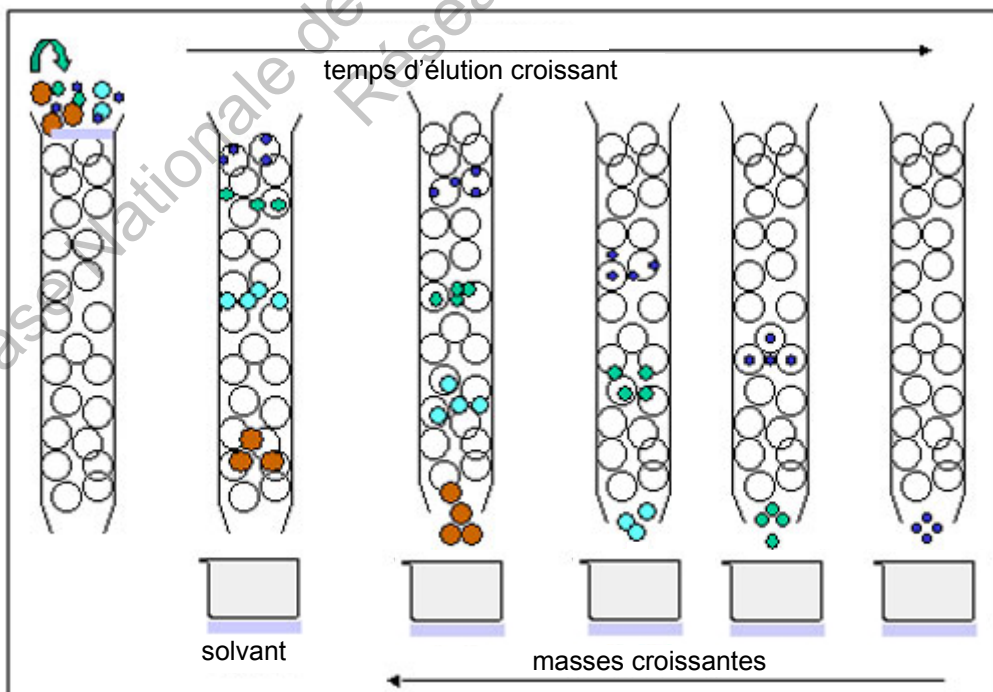

figure 2 : principe de la chromatographie sur gel perméable
Cette technique consiste à faire passer le polymère en solution dans une colonne remplie de billes poreuses et à récupérer les fractions en fonction du temps de séjour dans la colonne (temps d'élution). Selon leur taille, les macromolécules éluées rentrent ou non dans les billes poreuses et ressortent après un temps plus ou moins long (voir figure 2 ci-dessous).
2.1 A l'aide de la figure 2, préciser si les macromolécules que l'on récupèrera en premier sont les plus grosses ou les plus petites ?